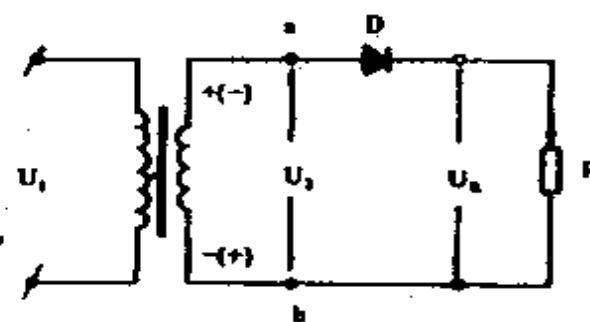

图 35
(1) 单相半波整流电路：电路图如图 35 所示。根据二极管具有单向导电的特性，当二极管正极接电源正端，负极接电源负端，电源 U_2 正半周时电路立即有电流流过。反之电源 U_2